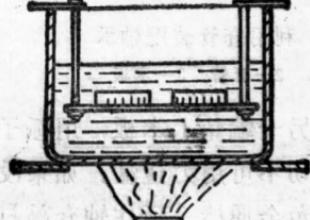

图2-8 滚动轴承加热法
2. 利用加热的方法安装 把轴承放在清洁的机油中加热至110℃，使内圈胀大后，稍许用力就可以装在轴颈上，等轴承冷却后，内圈便牢牢地套在轴上。用这种方法安装较好，不会损伤轴承。但应注意，油的加热温度不能超过120℃，轴承在预热时必须挂在油槽的中部，因为如果降到槽底，轴承座圈就要受槽底火焰的作用而局部退火，失去原有的硬度，造成轴承在运转中很快磨损，这是应该避免的。轴承的加热方法见图2-8。